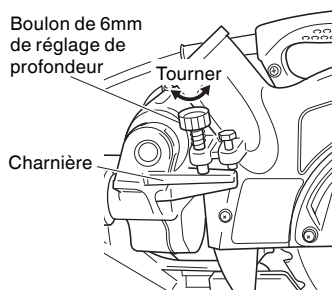

Fig. 12
Pour régler la position limite inférieure de la lame de scie, procéder aux opérations (1) de la figure 12.
- (1) Abaisser la tête du moteur et tourner le boulon de 6 mm de réglage de profondeur et régler de manière qu'il y ait un jeu de 5/64" à 1/8" (2 à 3 mm) entre la position limite inférieure de la tête du moteur et le dessus de la pièce pour la position limite inférieure de la lame de scie position où la tête du boulon de 6 mm de réglage de profondeur vient en contact avec le charnière.